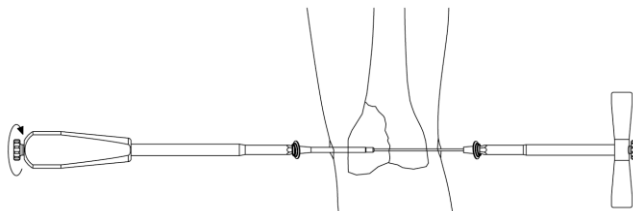

図 4-1
①顆部用シャフト SW 用ドライバー（ロック型）に選択した長さのスクリューを組み付け、グリップ後端のつまみを締め付けて固定します。（図 4-1）